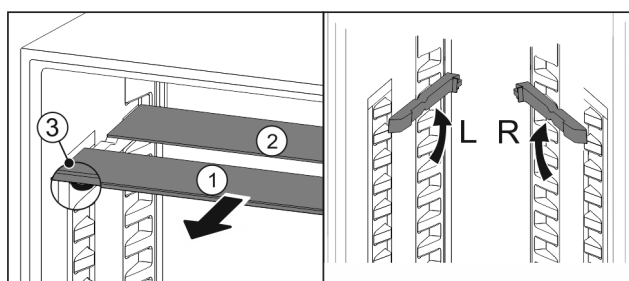

Fig. 108
- estrarre i ripiani di vetro singolarmente tirando in avanti Fig. 108 (1).
- Il piano in vetro Fig. 108 (1) con il motivo ornamentale è nella parte anteriore.
- I fermi Fig. 108 (3) sono rivolti verso il basso.